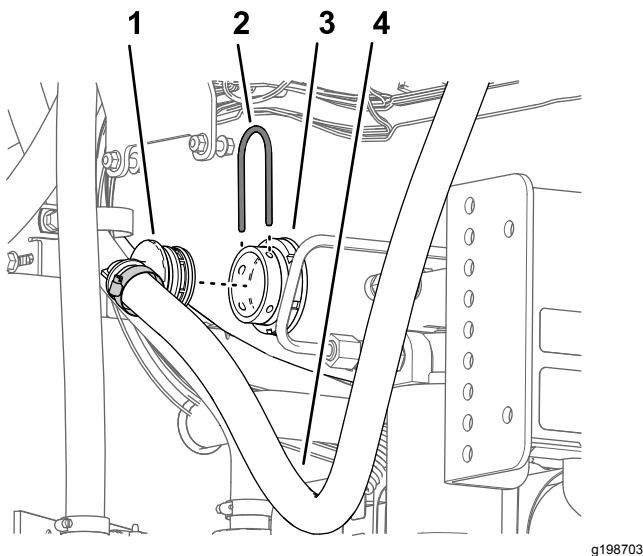

Figura 63
2. Retire la horquilla de retención grande que sujeta el acoplamiento dentado de 90° del extremo inferior de la manguera de desvío al conector pasamuros del depósito de fumigación (Figura 63).